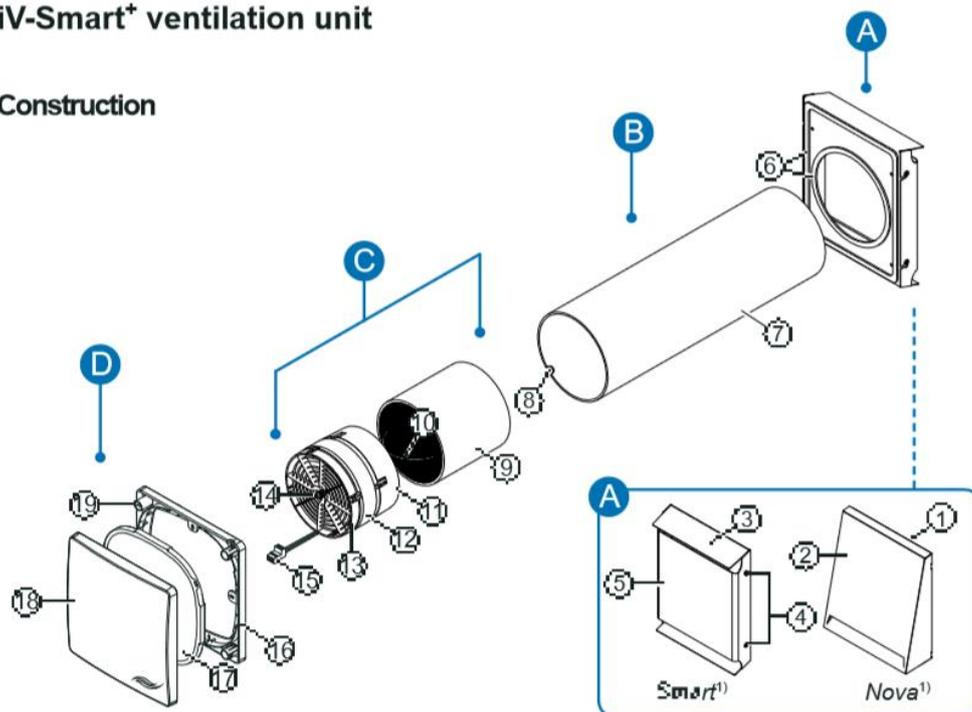

Abbildung 1: Overview of iV-Smart⁺ Standard ventilation unit
*A 外风罩可以选择 Smart (图 1,左)或 Nova (图 1,右)